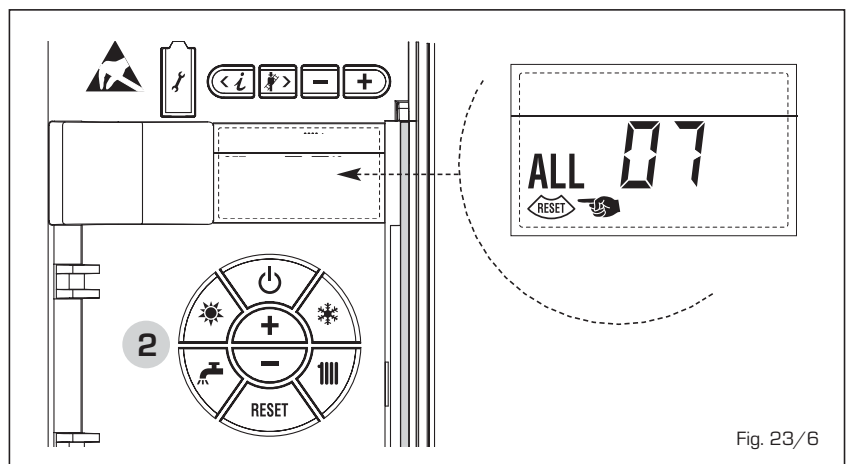

Fig. 23/6
**- PARASITE FLAME ANOMALY ALARM 08 (fig. 23/7)**